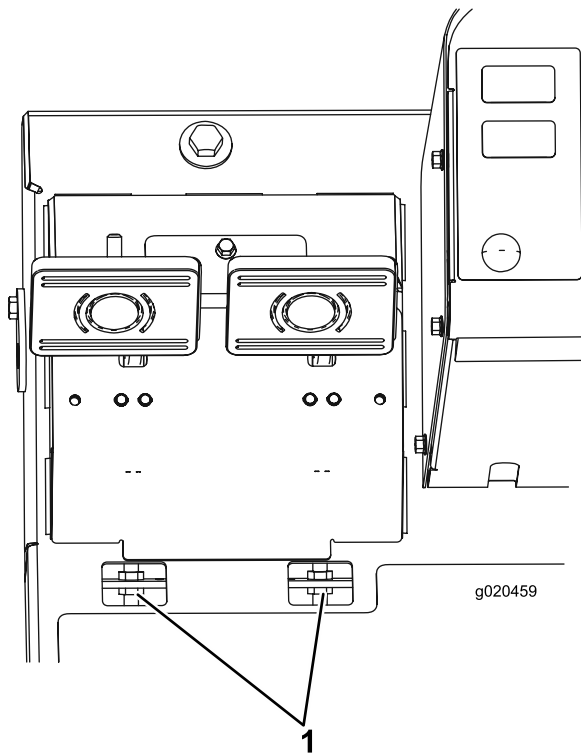

Figura 95
B. Afloje la tuerca delantera del extremo roscado del cable de freno (Figura 95).